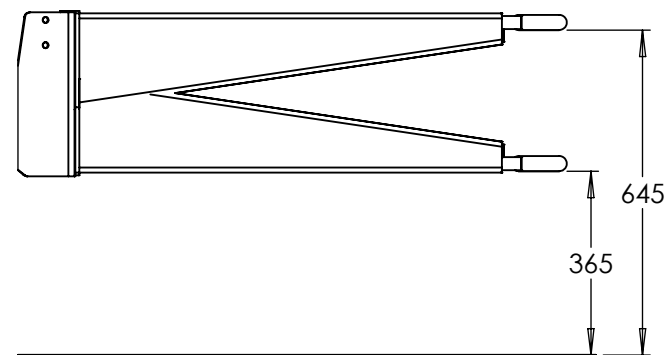

Fig. 6.2
Antes de tentar acoplar a atadeira ao trator, remova as ligações inferiores do trator para evitar que toquem na barra de tração (1). A máquina pode ser acoplada ao trator utilizando o gancho de reboque do trator. Antes de acoplar ao trator deve-se determinar a altura correta do olhal (2) de acoplamento. De notar que a barra de tração pode ser virada de cima para baixo (Ver fig. 6.2) para incluir um nível de acoplamento alto ou baixo: o ajuste da altura pode também ser conseguido escolhendo uma de três alturas quando se acopla a barra de tração à placa de ajuste frontal (3) do chassis. Existem três tipos de barra de tração disponíveis, que fornecem três opções de acoplamento dependendo do mecanismo de reboque do trator; acoplamento padrão (mostrada), acoplamento de cavilha e acoplamento elevada. Uma vez determinada uma altura de acoplamento adequada, a altura do chassis pode ser aumentada ou reduzida rodando a peça no macaco (1) no sentido dos ponteiros do relógio e no sentido contrário, respetivamente. Quando o trator tiver sido acoplado à máquina, recolha totalmente o macaco rodando a pega no sentido dos ponteiros do relógio.